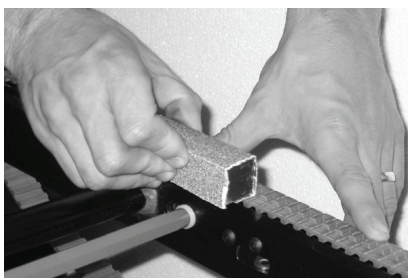
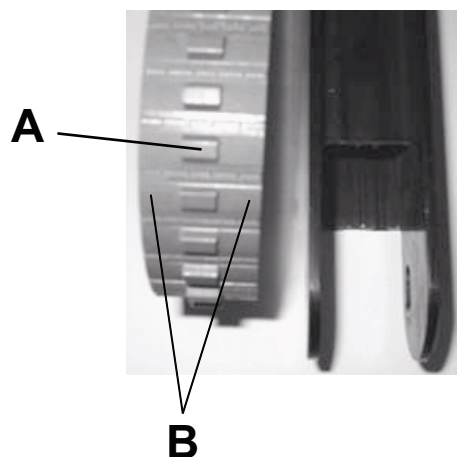

Figure 16 – Ponçage des surfaces d'usure
Figure 17 – Surfaces de ponçage de la ceinture
5. À l'aide d'un bloc de ponçage avec du papier de verre grain 50, poncer les deux surfaces d'usure sur les bords extérieurs de chaque ceinture. L'objectif est de rendre la surface de la ceinture suffisamment rugueuse pour éliminer les taches brillantes causées par l'usure normale. Ne pas poncer excessivement les ceintures (Figure 16 et Figure 17).